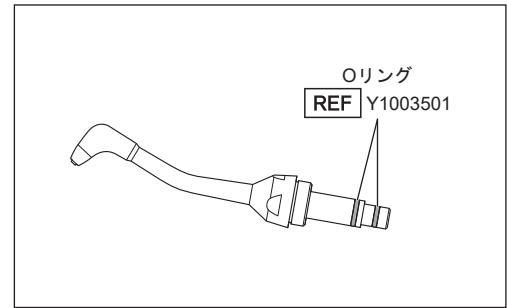

図49
- 2) ノズルの根元のOリングを針などで取り外します（図49）。Oリングの溝にパウダーの付着がある場合には、新しいOリングをはめる前にきれいに掃除します。